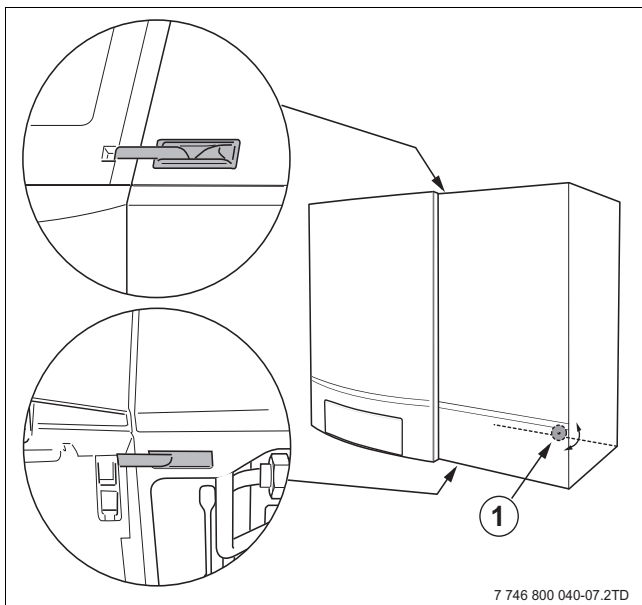

Fig. 15 Fechar fechos rápidos
- ▶ Colocar os fechos rápidos nos entalhes da caldeira mural de condensação a gás (→ fig. 15, ampliações).